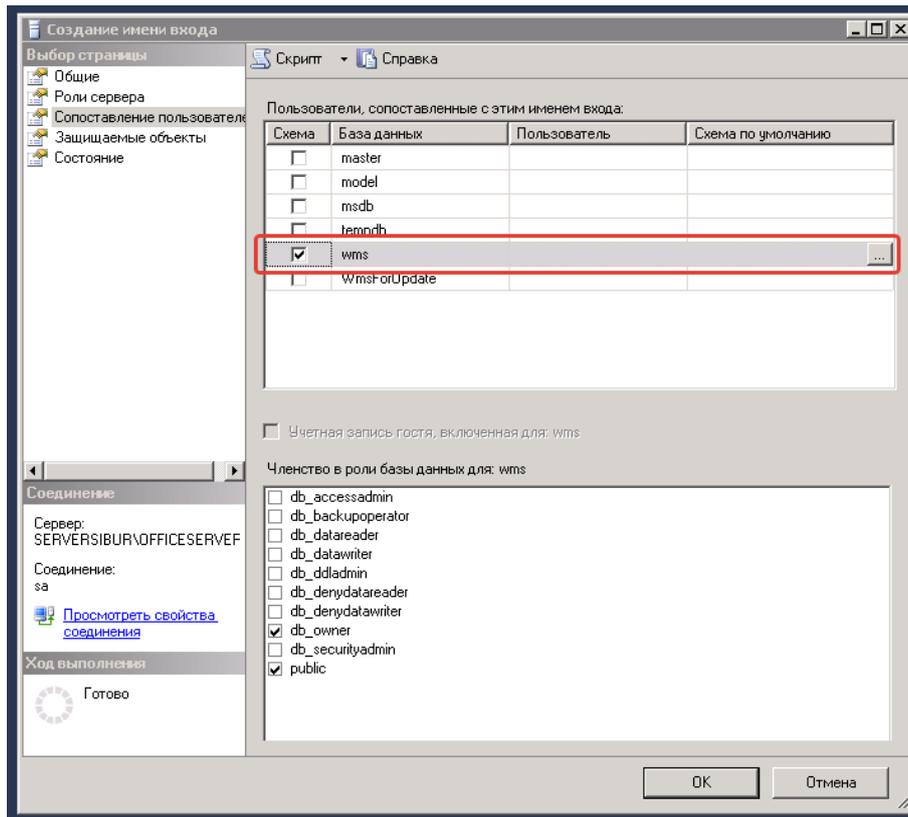

Рисунок 5.4.
8. Открыть вкладку «Сопоставление пользователей», выбрать «wms», нажать «ОК» (рис. 5.4).